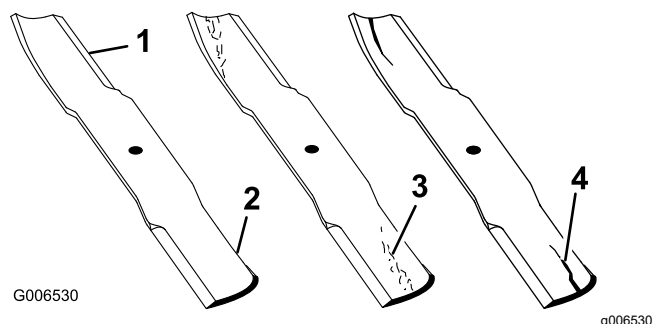

Figura 107
1. Controllate i taglienti (Figura 107).
4. Se notate incrinature, usura o scanalature in questa zona, montate immediatamente una nuova lama (Figura 107).